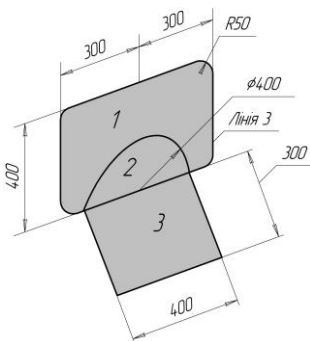

Рисунок 2.1 – Ескіз деталі (кут між площинами 135°)
Мета роботи: Піддати конструкцію, представлену на рис. 2.1, що складається із пластин з різними фізичними властивостями, гармонійному аналізу та одержати: переміщення й прискорення на заданому інтервалі частот, форму коливань на резонансній частоті.
2.2. Будуємо деталь згідно ескізу (рис. 2.1). Матеріал площин – різний (1 – сталь, 2 та 3 – магнієвий сплав).
Будуємо прямокутник 3 за розмірами (рис. 2.1).
Виділяємо курсором спочатку другу фігуру (рис. 2.1), потім перший прямокутник, натискаємо ОК. Тепер склеюємо всі пластини:
– натискаємо на перший прямокутник (рис. 2.1) [OK], у вікні, що з'явилося, виставляємо: MAT = 1, REAL = 1, TYPE = 1 SHELL63, ESYS = 0 і натискаємо [OK];
2.7.2. Закріплюємо конструкцію за вертикальну лінію 3 (рис.2.1) – за всіма напрямками переміщення дорівнює нулю:
2.7.3. Навантажуємо конструкцію розподіленою силою на прямокутну поверхню 3, як показано на рис. 2.1: